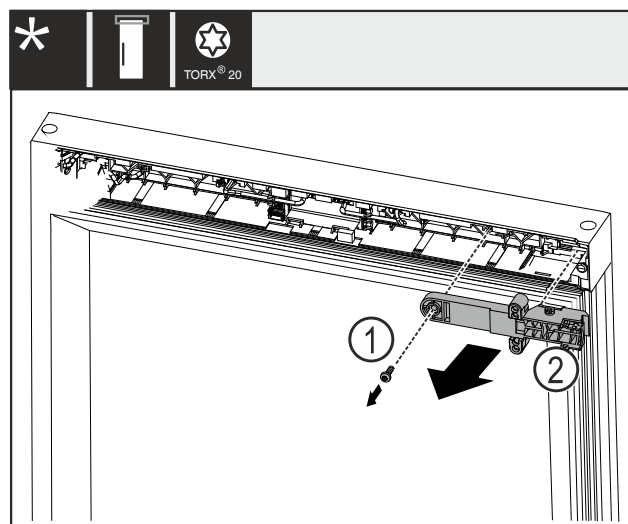

Fig. 22
- Îndepărtați șurubul Fig. 22 (1).
- Detașați piesa de fixare a încuietorii Fig. 22 (2).